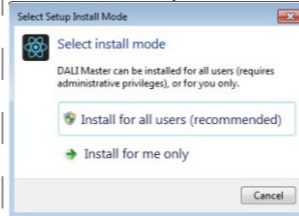

Figura 1 Selezionare la modalità di installazione
**Passaggio 1:** eseguire il file di installazione e selezionare la modalità di installazione come mostrato nella Figura 1.